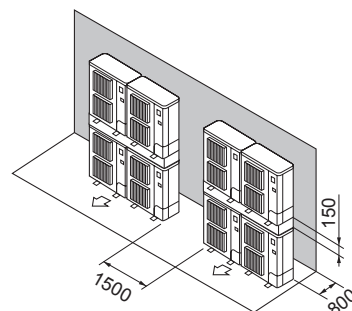

Fig. 2-18
- ⑦ Iekārtu novietojums grēdā (Fig. 2-18)